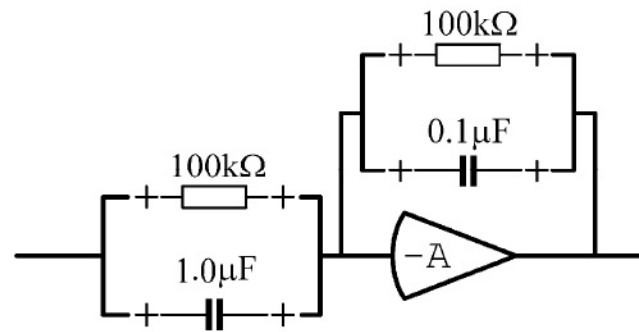

图4
物理上，传递函数 $H_1(s)$ 是通过运算放大器补偿器电路实现的:见图4。
- 如图4所示，将补偿器组件放置在端子E和C之间。